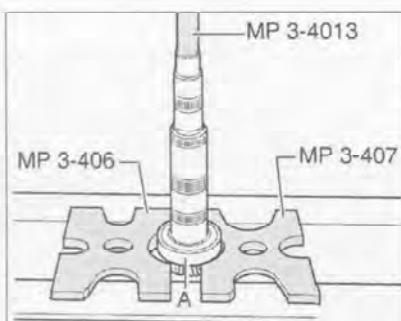

Рис. 7.104. Снятие внутренней обоймы большого роликоподшипника.
11. Спрессуйте внутреннюю обойму большого роликоподшипника с помощью специального инструмента, предварительно установив наружную обойму (A) (рис. 7.104).